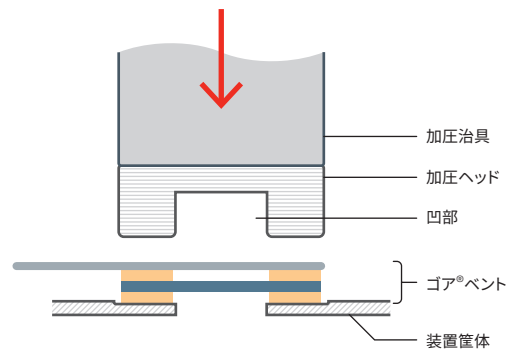

図6: 溝付き加圧ヘッド
- 以下は使用する加圧ヘッドの例です。(図6) 加圧ヘッドがベントの粘着部のみに均一に圧力を加えながら、通気領域との接触は防ぐようにしてください。